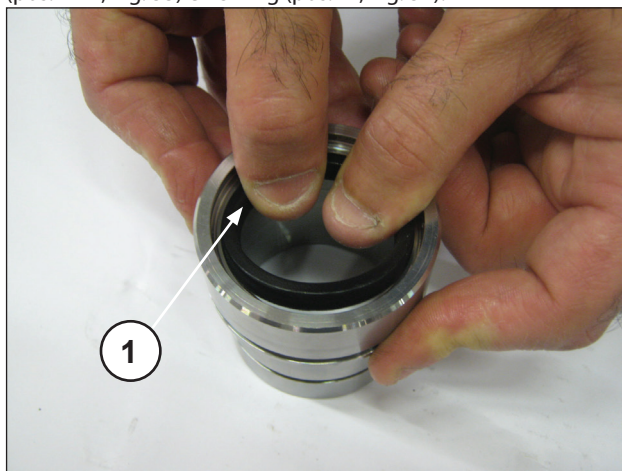
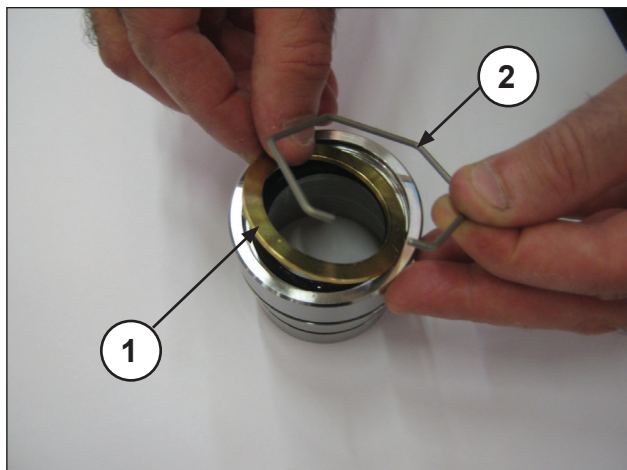
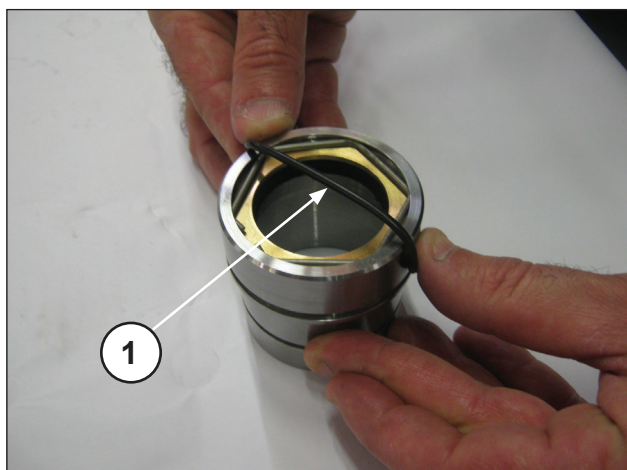

Fig. 52
Fig. 53
Fig. 54
Inserire la guarnizione di bassa pressione nel supporto baderne (pos. ①, Fig. 52) facendo attenzione al senso di montaggio che prevede il labbro di tenuta in avanti (verso la testata). Inserire quindi l'anello per tenuta, l'anello di fermo (pos. ①②, Fig. 53) e l'O-ring (pos. ①, Fig. 54).